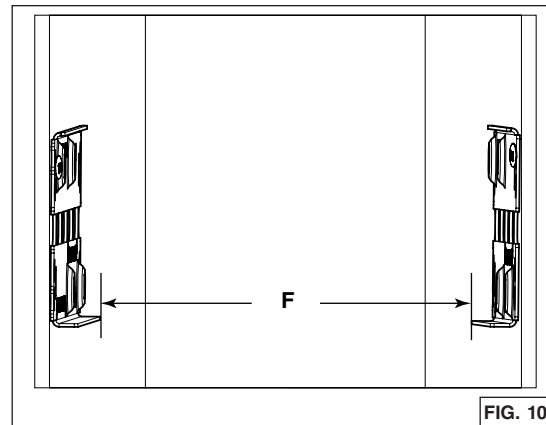

FIG. 10
7. Mesurer la distance entre les rebords du bas des deux supports (**F**) (FIG. 10). Le tableau ci-dessous indique les distances appropriées nécessaires :